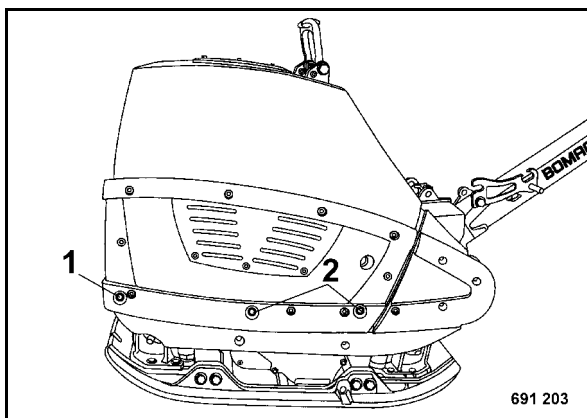

рис. 12
- Ослабить по обеим сторонам резьбовые соединения кожуха 1 и удалить по обеим сторонам резьбовые соединения кожуха (2) (рис. 12).